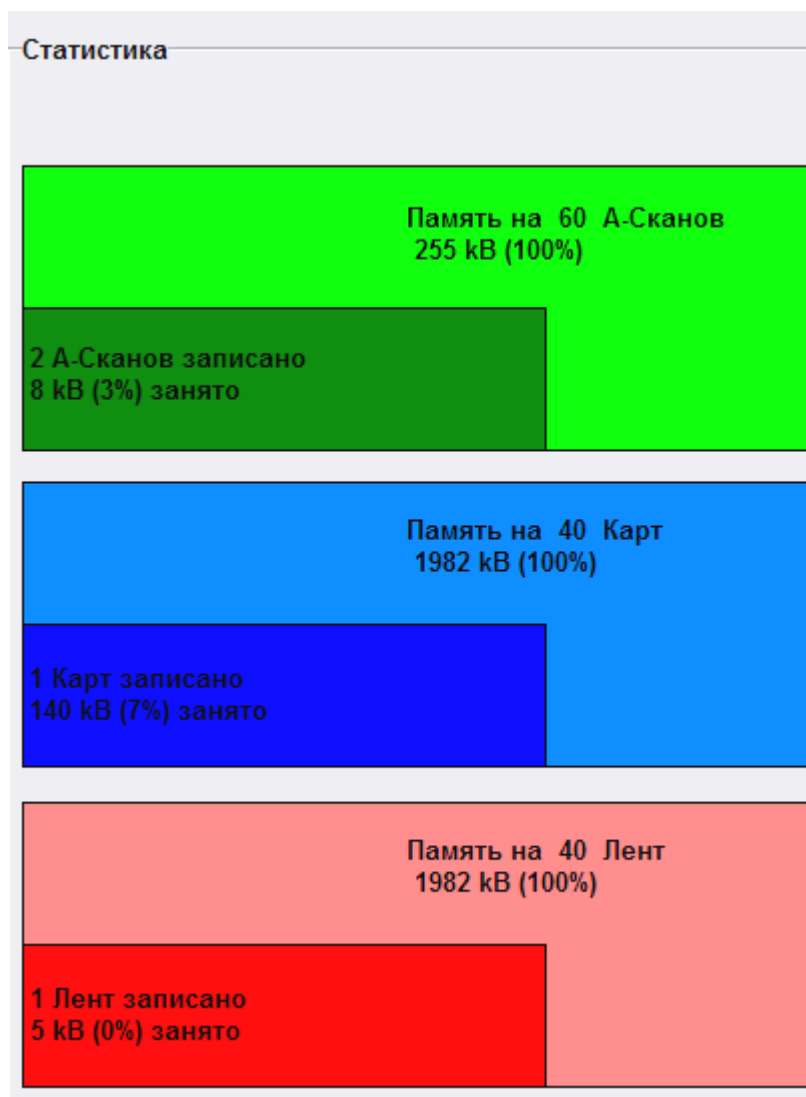

Рисунок 52
- «Статистика» - отображает в числовом и процентом отношении объем выделенной и использованной памяти под каждый вид данных (рисунок 52).